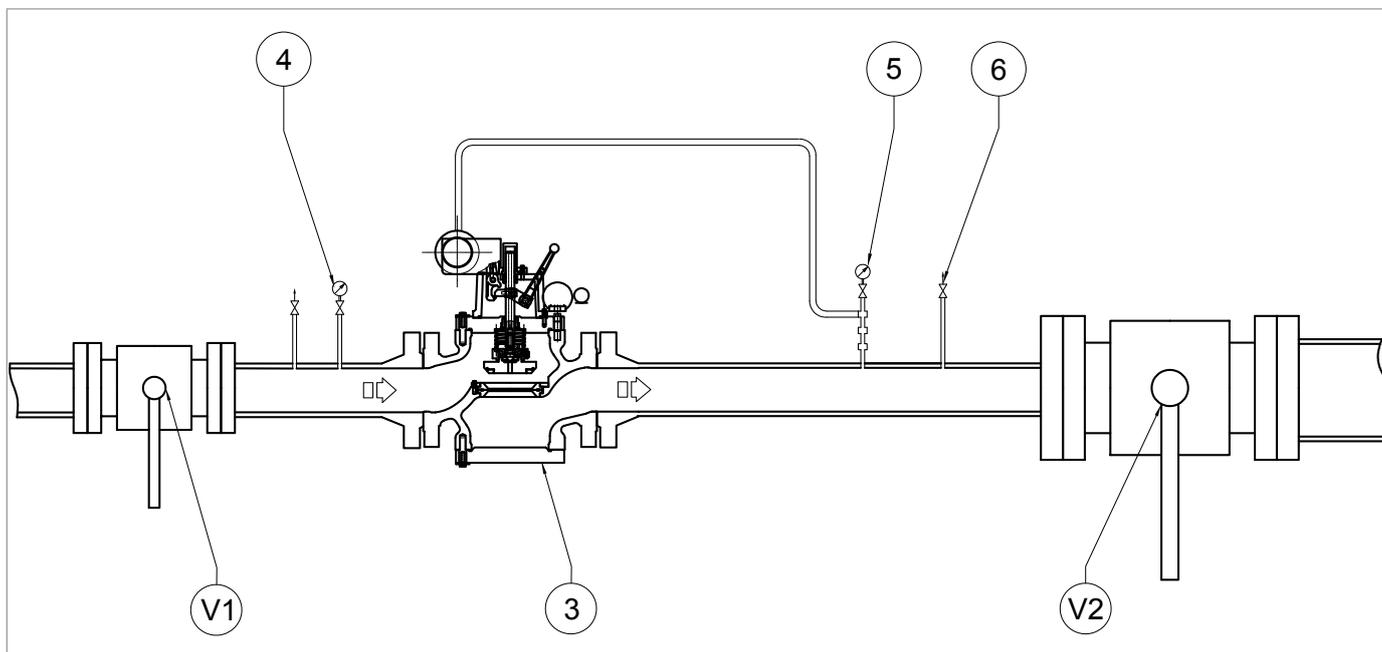

Рис. 8.11. Проверка герметичности запорного клапана SBC 782
1	<p>! ОБРАТИТЕ ВНИМАНИЕ!</p> <p>Проверьте давление по показаниям манометра (Рис. 8.11, ссылка 5).</p> <p>Если предохранительный запорный клапан:</p> <ul style="list-style-type: none"> • поездки до ожидаемого значения давления: закрутите (по часовой стрелке) регулировочную кольцевую гайку (13), чтобы еще больше сжать пружину (11); • не срабатывает при ожидаемом значении давления: открутите (против часовой стрелки) регулировочную кольцевую гайку (13), чтобы снять напряжение с пружины (11).
2	Уменьшите давление в головке реле давления с помощью сливного крана (3) внешнего источника или сливного крана (Рис. 8.11, арт. 6).
1	Частично откройте сливной кран (Рис. 8.11, сс. 6) и держите его открытым для выполнения следующих действий.
2	<div style="border: 1px solid blue; padding: 5px; margin-bottom: 10px;">  ОБРАТИТЕ ВНИМАНИЕ! </div> <p>Проверьте давление по показаниям манометра (Рис. 8.11, ссылка 5).</p> <p>Если предохранительный запорный клапан:</p> <ul style="list-style-type: none"> • срабатывания до ожидаемого значения давления: открутите (против часовой стрелки) гайку регулировочного кольца (15), чтобы снять напряжение с пружины (17); • не срабатывает до ожидаемого значения давления, закрутите (по часовой стрелке) регулировочную кольцевую гайку (15), чтобы еще больше сжать пружину (17).
3	Закройте воздушный кран (Рис. 8.11, сс. 6).
1	<p>Для проверки правильности настройки увеличьте давление на выходе (D_p) до значения срабатывания запорного клапана:</p> <ul style="list-style-type: none"> • линии, используя внешний источник давления • головки реле давления, ссылаясь на «8.5.3 - Нагнетание давления с помощью внешнего источника». <p>! ОБРАТИТЕ ВНИМАНИЕ!</p> <p>Проверьте давление по манометру (Рис. 8.11, сс. 5) на выходе от основного регулятора.</p> <p>Если предохранительный запорный клапан:</p> <ul style="list-style-type: none"> • поездки до ожидаемого значения давления: закрутите (по часовой стрелке) регулировочную кольцевую гайку (13), чтобы еще больше сжать пружину (11); • не срабатывает при ожидаемом значении давления: открутите (против часовой стрелки) регулировочную кольцевую гайку (13), чтобы снять напряжение с пружины (11).
2	Открывая стравливающий клапан (Рис. 8.11, сс. 6), снизить давление в нисходящей части до калибровочного значения основного регулятора.
3	Закройте клапан для выпуска воздуха (Рис. 8.11, сс. 6).